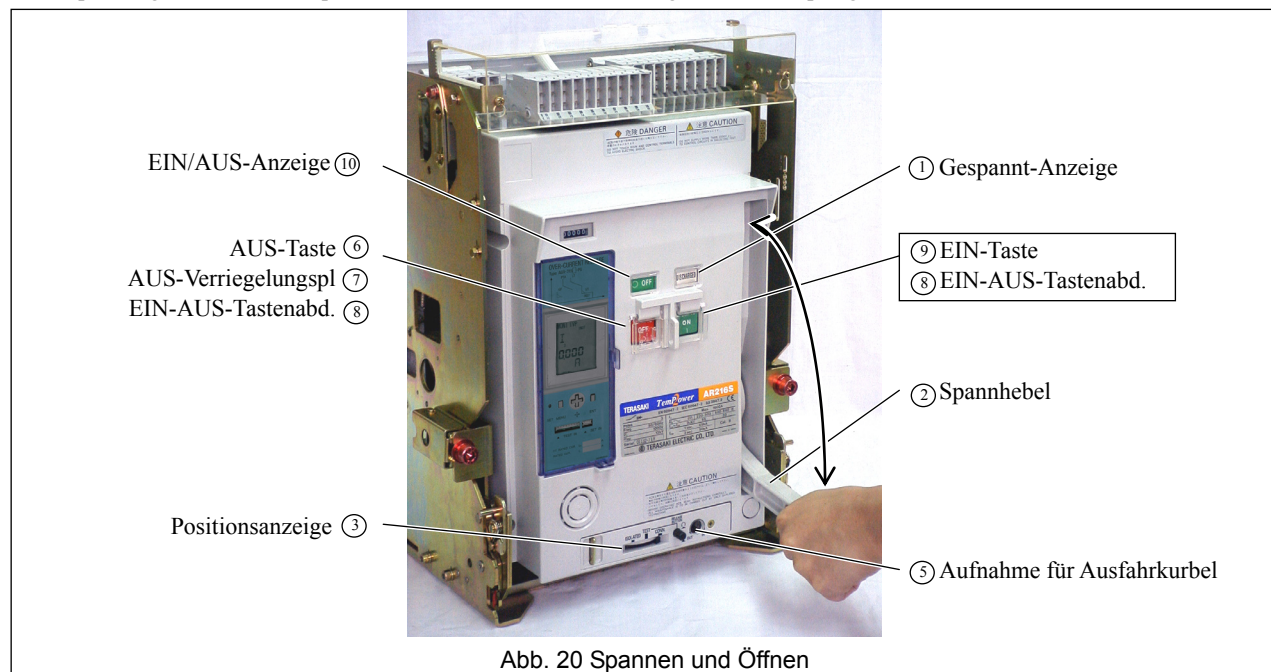

Abb. 20 Spannen und Öffnen
Den Spannhebel (Abb. 20 ②) pumpen, bis die Feder-gespannt-Anzeige (Abb. 20 ①) "GESPANNT" (CHARGED) anzeigt. Die volle Spannung wird durch Pumpen des Hebels 10-13 mal über den gesamten Pumpweg erreicht.
Wenn die Gespannt-Anzeige (Abb. 20 ①) auf "ENTSPANNT" wechselt, während die angegebene Betriebsspannung an den Steuerkontaktschlüssen 02 und 22 anliegt, wird der Spannmotor aktiviert, um das Spannen der Schliessfedern zu starten. Nach Durchführung des Spannvorgangs zeigt die Gespannt-Anzeige "GESPANNT", und der Spannmotor wird automatisch deaktiviert. Die für das Motorspannen benötigte Zeit ist von der Betriebsspannung oder dem ACB-Typ abhängig, beträgt aber nicht mehr als 10 Sekunden.
- 1) Die Gespannt-Anzeige (Abb. 20 ①) zeigt "GESPANNT" (CHARGED).
- 2) Die Positionsanzeige (Abb. 20 ③) zeigt "CONN.", "TEST" oder "ISOLATED" (Halbposition nicht zulässig).
- 3) Die Ausfahrkurbel ist nicht in ihrem Aufnahmeloche eingeführt (Abb. 20 ⑤).
- 4) Die AUS-Taste (Abb. 20 ⑥) ist nicht mit der AUS-Verriegelungsplatte (Abb. 20 ⑦) verriegelt.
Die EIN-AUS-Tastenabdeckung (Abb. 20 ⑧) öffnen und die EIN-Taste (Abb. 20 ⑨) drücken. Der ACB schliesst mit einem Ton.
Die EIN-AUS-Anzeige (Abb. 20 ⑩) steht auf "EIN", die Gespannt-Anzeige (Abb. 20 ①) auf "ENTSPANNT".
Die EIN-AUS-Anzeige (Abb. 20 ⑩) zeigt "EIN", die Gespannt-Anzeige (Abb. 20 ①) steht auf "ENTSPANNT", und der Spannmotor beginnt mit dem Spannen der Schliessfedern.
Die EIN-AUS Tastenabdeckung (Abb. 20 ⑧) öffnen und die AUS-Taste (Abb. 20 ⑥) drücken. Der ACB öffnet sich mit einem Ton.
Die EIN-AUS-Anzeige (Abb. 20 ⑩) geht auf "AUS" (OFF).
Den in Abb. 15 gezeigten AUS-Schalter drücken. Die Arbeitsstromauslösung (SHT) oder die fixierte Unterspannungsauslösung (Abb. 15) werden erregt, so dass sich der ACB mit einem Ton öffnet. Die EIN-AUS-Anzeige (Abb. 20 ⑩) zeigt "AUS" (OFF).